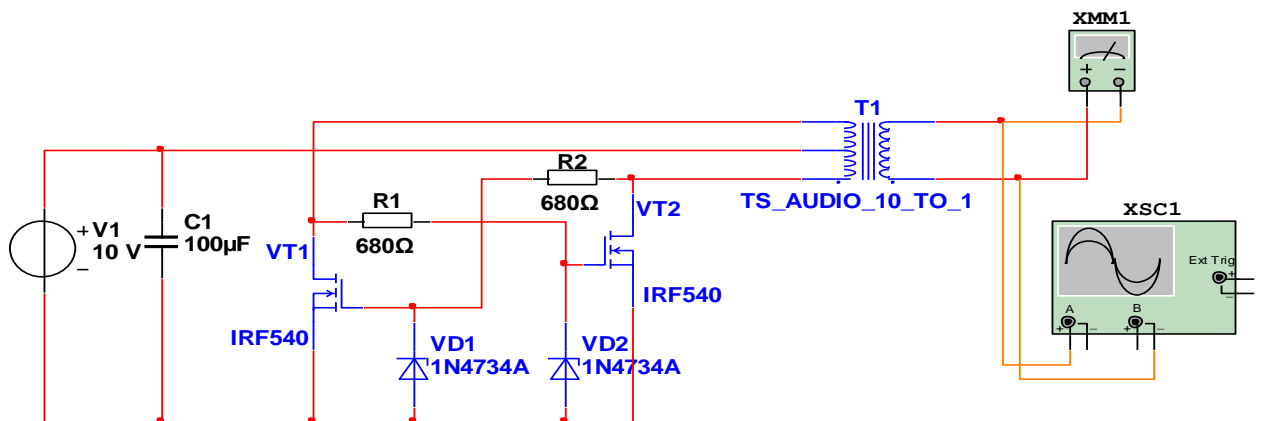

Рисунок 9.1 – Автогенератор на польовому транзисторі
1. Скласти схему дослідження перетворювача (рис. 9.1) або використати готову модель, надану викладачем.